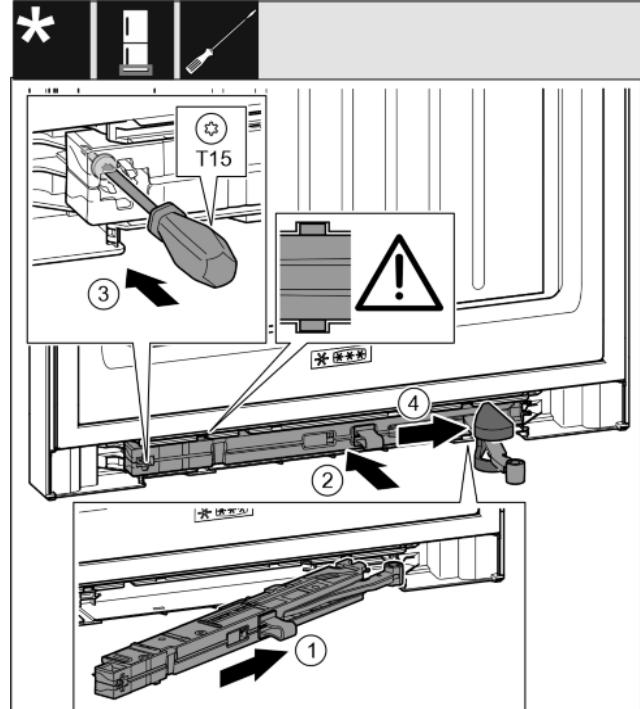

Fig. 36
- Schließdämpfereinheit auf der Lagerbockseite bis zum Anschlag schräg in die Aussparung einschieben. Fig. 36 (1)
- Schließdämpfereinheit vollständig in Aussparung schieben. Fig. 36 (2)
- Schraube mit einem Schraubendreher T15 festschrauben. Fig. 36 (3)
- Abdeckung über Gelenk schieben. Fig. 36 (4)